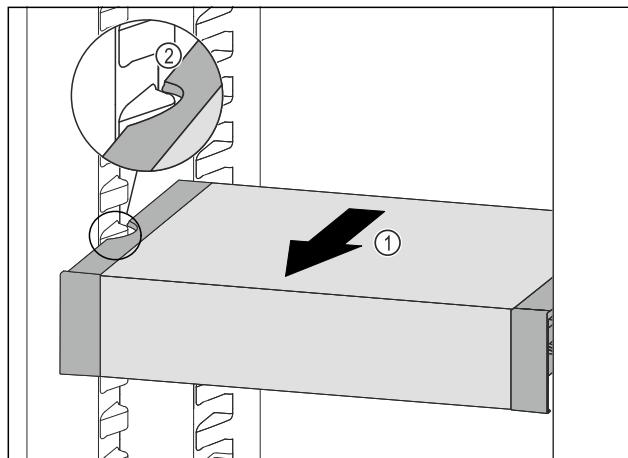

Fig. 105
- ▶ Изтеглете VarioSafe напред Fig. 105 (1), докато страничните прорези на VarioSafe се намират на височината на реброто на съда в хладилната част. Fig. 105 (2)